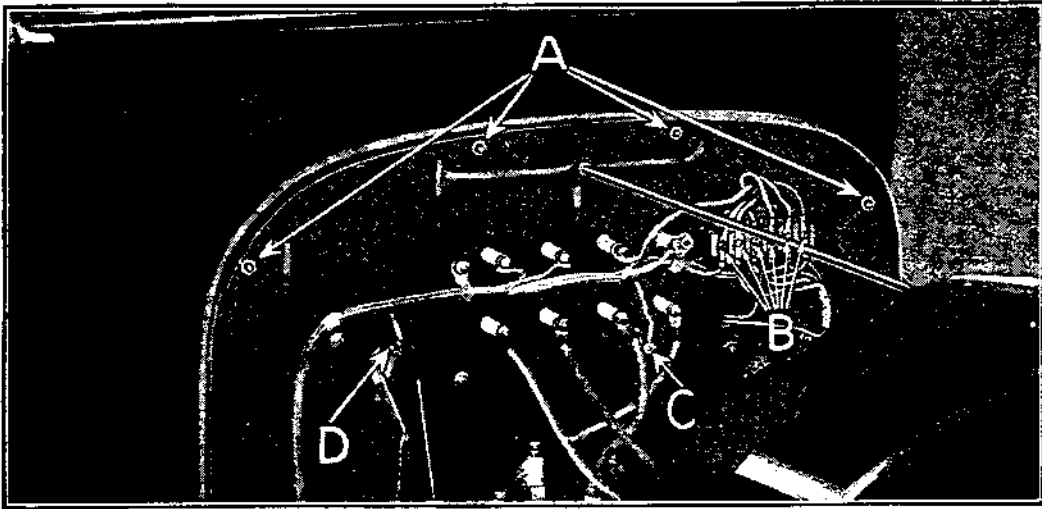

Fig. 13
- b) Dévissez les écrous des 4 boulons de fixation de la carrosserie au tablier (voir A, fig. 13), et enlever les boulons C.